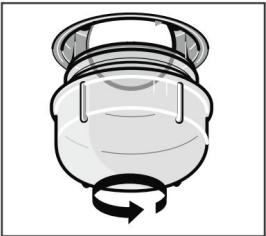

Figure 5
- 2. Поверните стеклянную крышку против часовой стрелки (рис. 5).